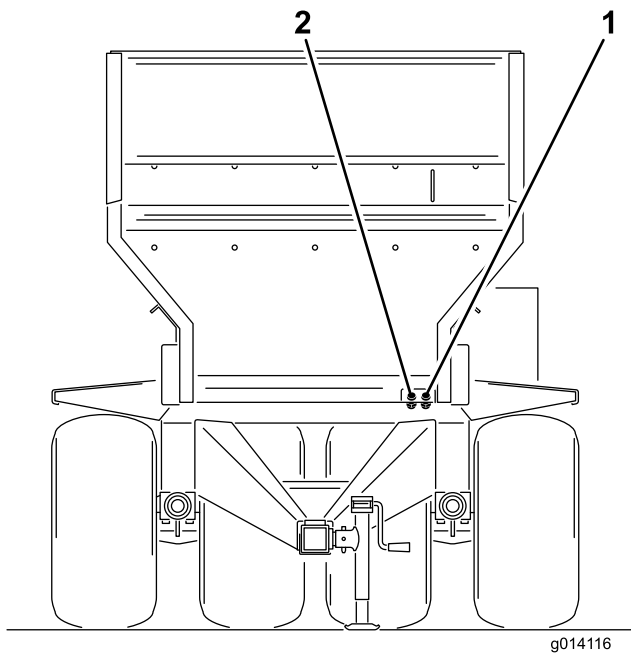

Figura 17
6. Ligue os dois tubos hidráulicos da máquina ao veículo de reboque. De frente para a máquina, ligue o tubo direito ao lado da pressão e o tubo esquerdo ao lado do retorno (figura (Figura 17)). O tubo de retorno possui uma válvula de verificação unidireccional. A seta na válvula anti-drenagem deve estar virada para o conector de retorno do veículo de reboque.